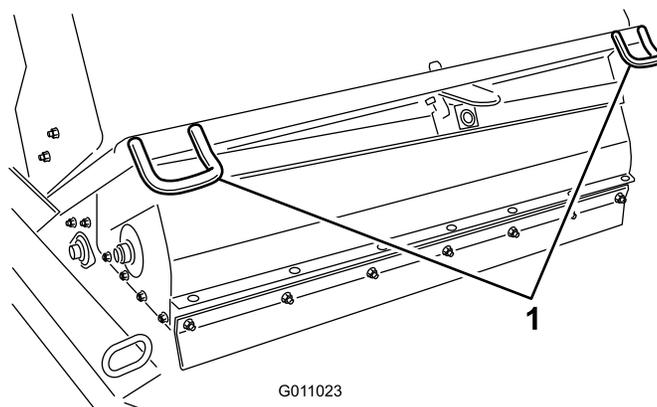
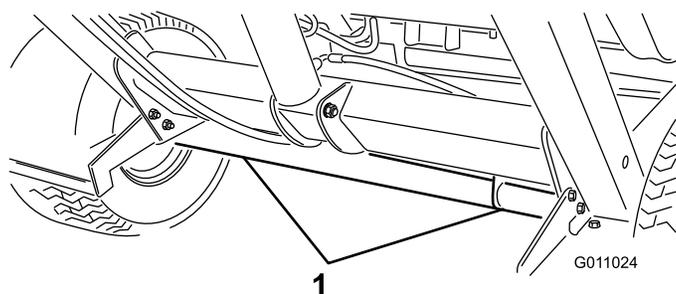

Рисунок 29
Рисунок 30
- Для транспортировки машины используйте крепежные устройства, чтобы зафиксировать переднюю часть машины (Рисунок 29), и мост (Рисунок 30), чтобы зафиксировать заднюю часть машины на прицепе.